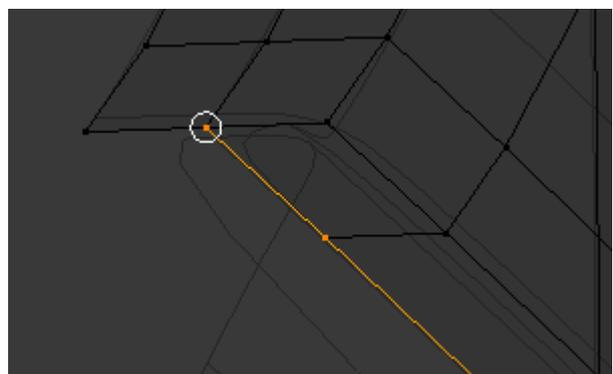

Figura 4.126
Coloque o cursor sobre o vértice central do rebordo superior, faça uma extrusão e confirme, **[E] > [LMB]**. O novo contorno desloca-se de imediato para a posição desejada, figura 4.126.
6. Coloque o cursor sobre o vértice central do rebordo superior, faça uma extrusão, pressione **[Ctrl]** e confirme, **[E] > [Ctrl] > [LMB]**, figura 4.126.